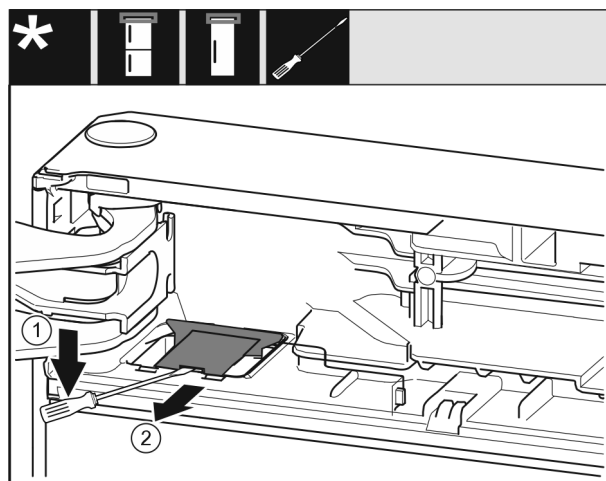

Fig. 11
- Odvijačem s ravnom glavom podignite poklopac Fig. 11 (1).
- Izvadite poklopac Fig. 11 (2).